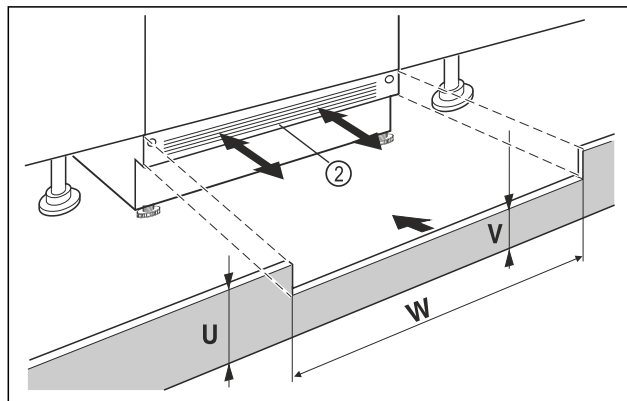

Fig. 40 Primjer izgleda
- Natakните masku podnožja uređaja Fig. 40 (2), ali je nemojte još pričvrstiti.
- Ako se maska podnožja Fig. 40 (2) vidi, izvucite je toliko prema naprijed da prednji rub ventilacijske rešetke i maske podnožja namještaja tvore ravninu.
- Ako je maska podnožja skrivena Fig. 40 (2), gurnite je posve prema otvora.
- Obratite pozornost na potpuno slobodne ventilacijske otvore: Po potrebi izrežite visinu maske podnožja namještaja Fig. 40 (U)!
- Uzduž širine niše Fig. 40 (W) prilagodite visinu poprečne lamele Fig. 40 (V) ispod maske podnožja uređaja Fig. 40 (2).